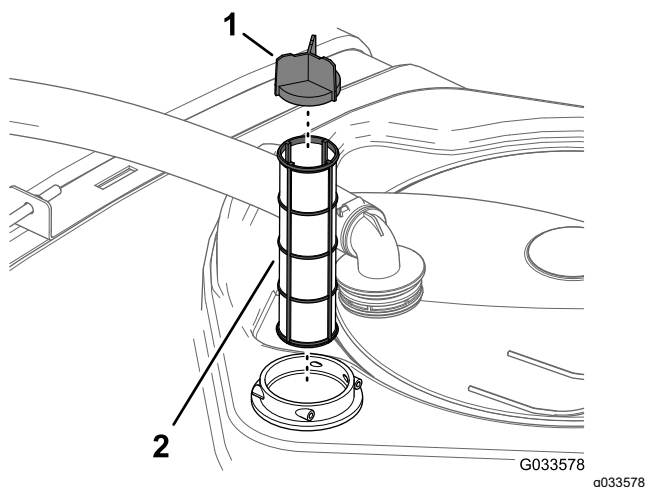

Figure 59
4. Sortez le filtre d'aspiration existant de son logement dans le réservoir (Figure 59).